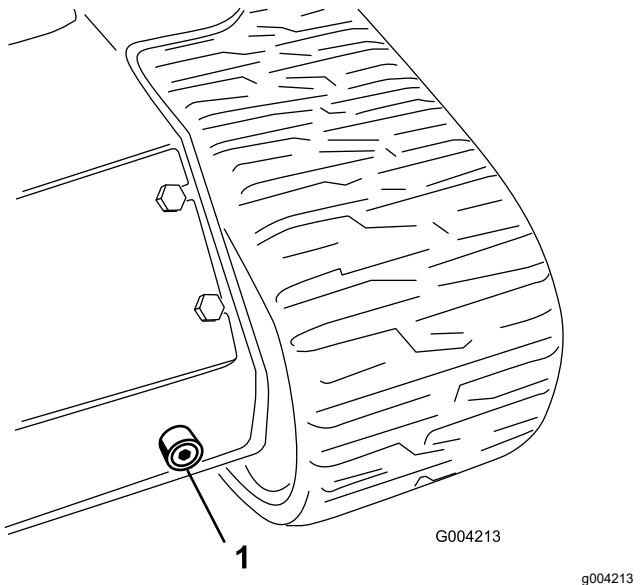

Рисунок 63
- Разместите большой сливной поддон (вместимостью 57 литров) под сливной пробкой в передней части машины (Рисунок 63).
- Снимите сливную пробку и дайте маслу стечь в поддон (Рисунок 63).